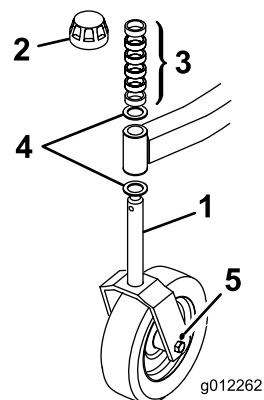
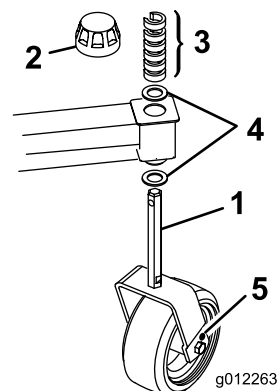

図 11
図 12
2. キャストフォークの両側に、11 mm の穴を開ける（図 11と図 12）。
1. スピンドルシャフトからテンショニングキャップを外し、前キャストアームからスピンドルを抜き出す。スピンドルシャフトからワッシャを抜き取る。希望の刈高になるように適正数のスペーサをシャフトにセットし、ワッシャをはめる（図 11）。
2. 前キャストアームにキャストスピンドルを通し、もう1枚のスラストワッシャと残りのスペーサをスピンドルに取り付け、テンショニングキャップでアセンブリを固定する（図 11）。
1. スピンドルシャフトからテンショニングキャップを外す（図 12）。
2. スピンドルシャフトについている C 型スペーサを、必要に応じてシャフトの細くなっている部分から抜き取ってキャストアームの下側に移して刈高を調整する（図 12）。キャストアームの上部および下部にスラストワッシャがあたっている（スペーサでなく）ことを確認する。
3. テンショニングキャップを取り付けてアセンブリを固定する（図 12）。